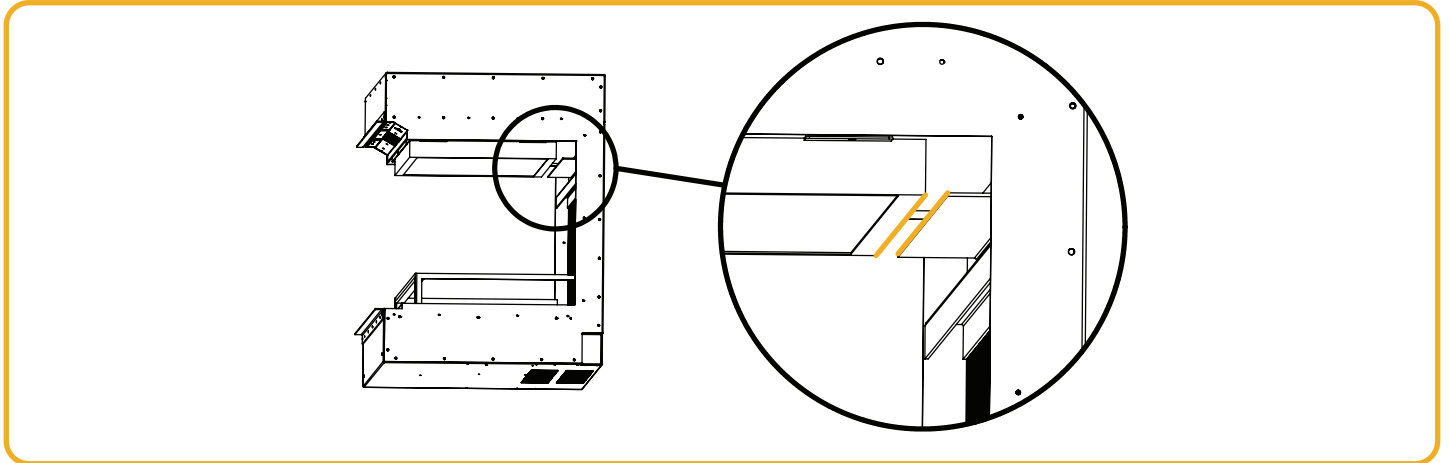

Abb. 9.1 Schritt 1
1. Das Effektschiebe muss in die Lücke zwischen den beiden orangefarbenen Linien gesetzt werden eingesetzt. Siehe Abbildung 9.1